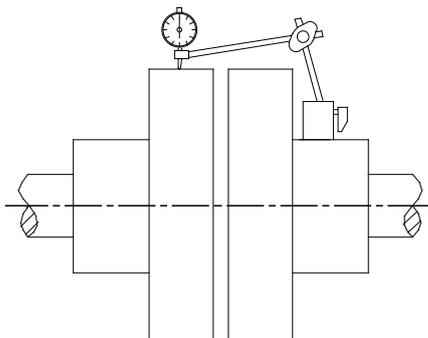

Figura 4.3 Alinhamento e calibração da unidade de bombeamento
- Verifique o alinhamento da bomba e do motor. Alinhe e calibre a unidade com um nível, se necessário (veja a Figura 4.3).